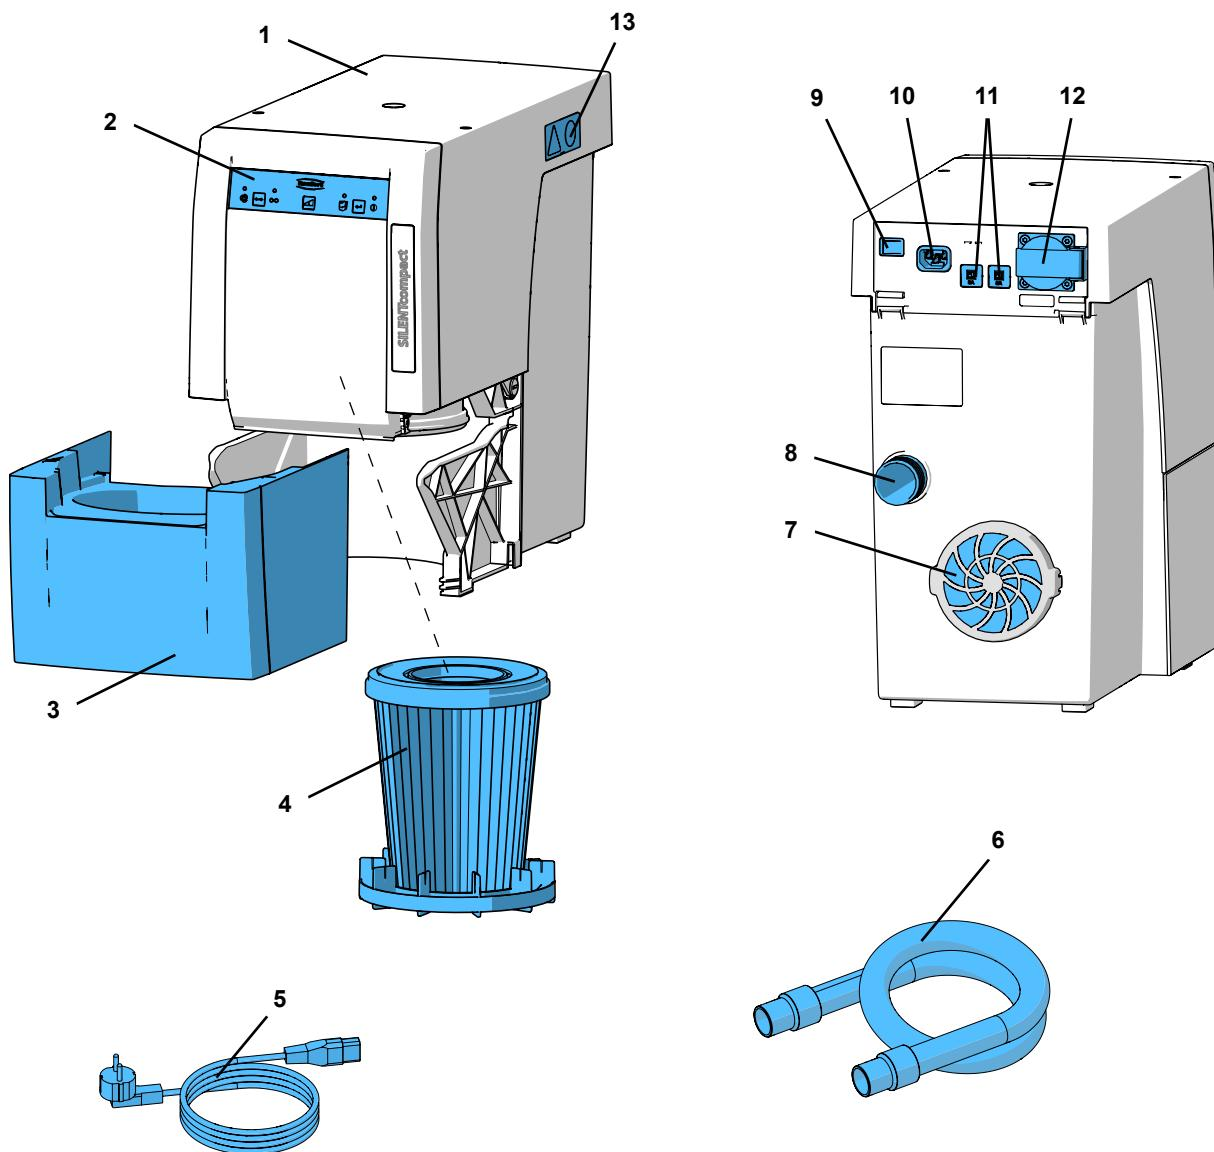

図 1
- ・集塵装置は、排気口(7, 図 1)を妨げないように、設置して下さい
- ⇒ 電源コード(5、図 1)を電源コンセント(10)に挿し込みます。
⇒ 吸引ホース(6、図 1)を吸引口(8)に挿し込みます。